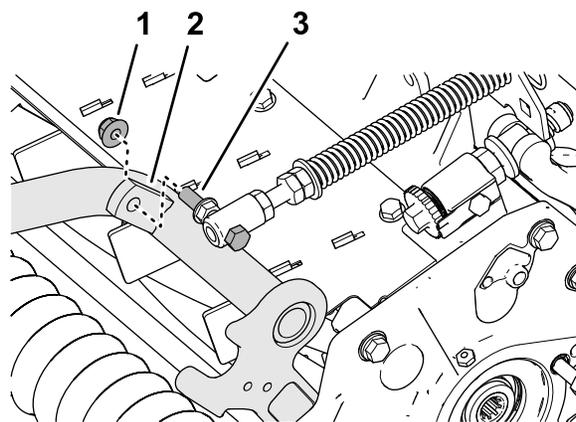

Figura 13
4. Montate il bullone senza dado della molla di compensazione per il manto erboso all'aletta destra del telaio portante (Figura 13) con il dado di bloccaggio flangiato ($\frac{3}{8}$ ").